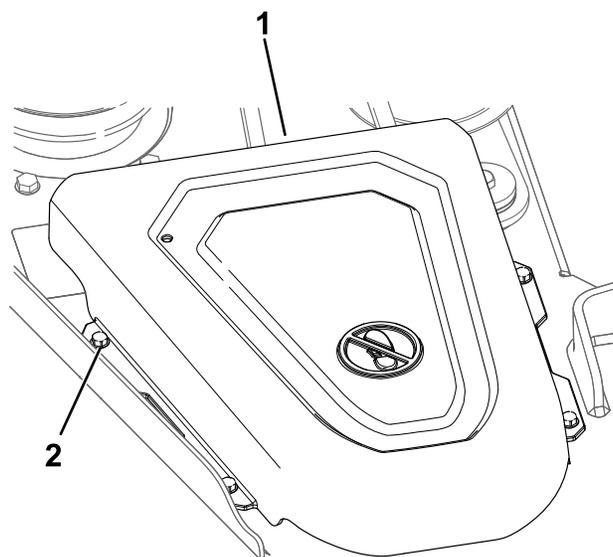

Рисунок 51
4. На деках 122 см (48 дюймов) ослабьте 4 винта обеих крышек шкивов и снимите крышки (Рисунок 51).
9. На деках 91 см (36 дюймов) установите крышки шкивов (Рисунок 51).